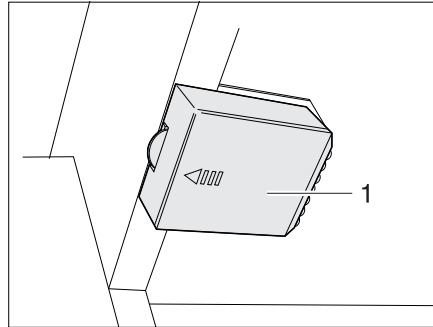

Fig. 298 Eclairage de la penderie avec DEL, compartiment à piles fermé
- Pousser le couvercle (Fig. 298,1) dans la direction de la flèche.